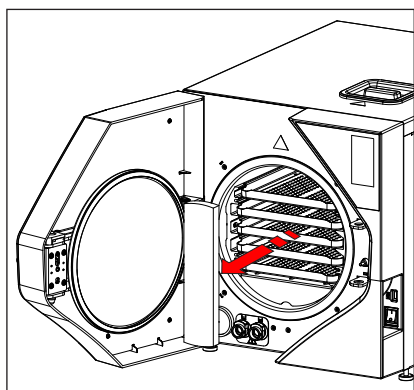

fig.9
- Retirar a proteção de plástico do interior da câmara (fig. 9);